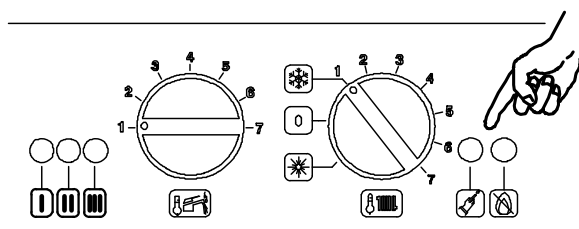

Fig. 7.3
- 3 Keep the boiler reset push-button pressed, see Fig. 7.3 for about 10 secs., the blockage LED will start flashing.
- 3 Держать нажатой кнопку перезапуска бойлера Fig. 7.3 в течение около 10 секунд, начнёт мигать индикаторная лампа блокирования.
- 5 If this sequence is not displayed, press the reset push-button, see Fig. 7.3 as many times as required (4 times) for the correct displaying.
- 6 To display the current set-up, keep the reset push-button shown on Fig. 7.3 pressed for about 5 seconds. Signal LEDs will flash as many times as the number shown near the gas type description.
- 5 Если не отображаются в настоящем порядке, нажать кнопку перезапуска, указанную в Fig. 7.3 несколько раз (4 раза) до отображения
- 6 Для отображения установленной настройки, держать нажатой кнопку перезапуска, указанную в Fig. 7.3 в течение около 5 секунд. Индикаторные лампы будут мигать такое количество раз, какое число приведено сбоку от описания вида газа.